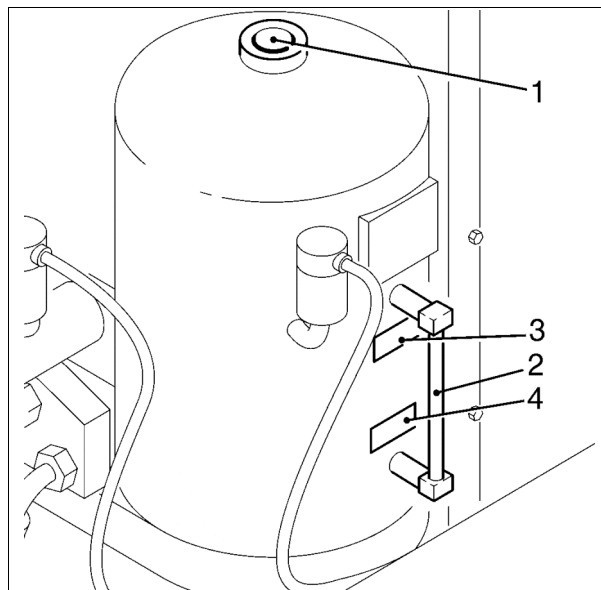

Bild 14
- Der Ölstand wird mit Hilfe eines durchsichtigen Kunststoffrohres am Druckbehälter (- 2 - Bild 14) nach jeder Betriebspause und in gleichen Zeitintervallen kontrolliert.
- Der Ölstand muss innerhalb der auf dem Ölbehälter angebrachten Markierungen „Maximaler Ölstand“ (-3- Bild 14) und „Minimaler Ölstand“ (- 4 - Bild 14) liegen. Falls erforderlich Öl nachfüllen.
- Ölstand im Druckbehälter kontrollieren (siehe auch Kapitel 6.5). (Bild 14)